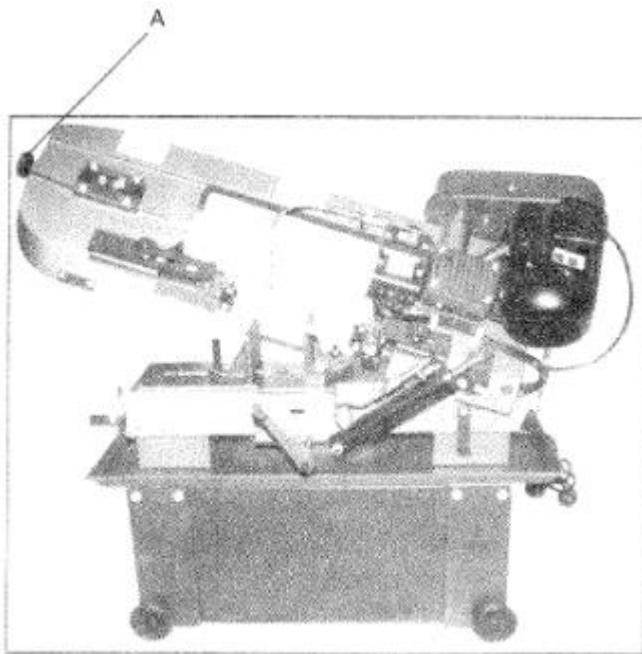

Рис. 9
3. Повернуть регулятор натяжения (A на рис. 9) от $1 \frac{3}{4}$ до 2 оборотов по часовой стрелке.